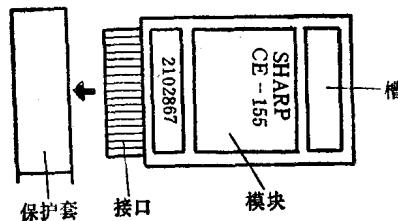

图 1-2 CE-155模块
3. 图1-2是模块图，把它从模块盒中取出，有商标的一面朝上，带橡皮头的一边在左，拔下橡皮保护套，就可看到模块引线，千万不能使引线接触导电物体。